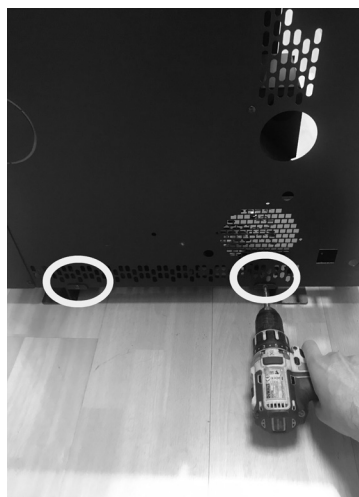

Fig. 51 - Fije los tornillos
- Desenrosque los 3 tornillos situados en la parte posterior de la estufa (véase **Fig. 50**) y quite el panel (véase **Fig. 51**).